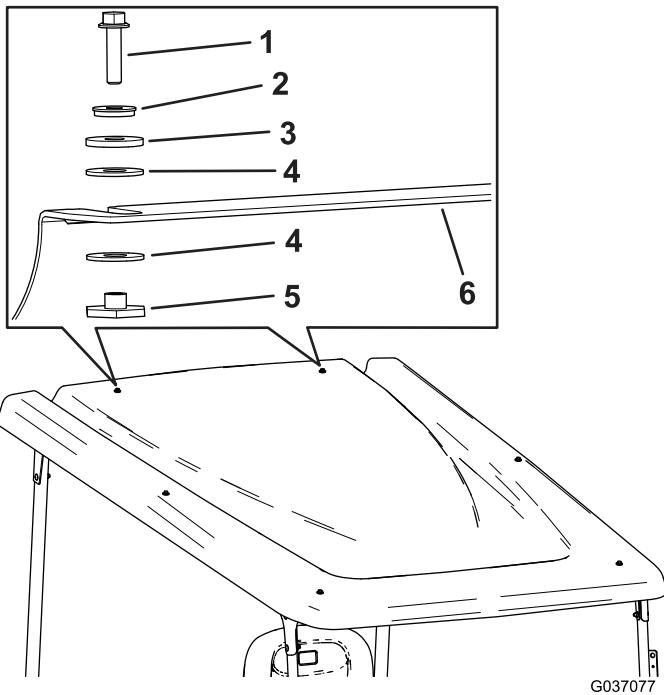

Figure 16
17. Fixez le pare-soleil à la liaison transversale arrière à l'aide de 2 boulons à embase hexagonale (1/4" x 1"), 2 rondelles de frottement, 4 rondelles en plastique et 2 douilles à embase (Figure 16).